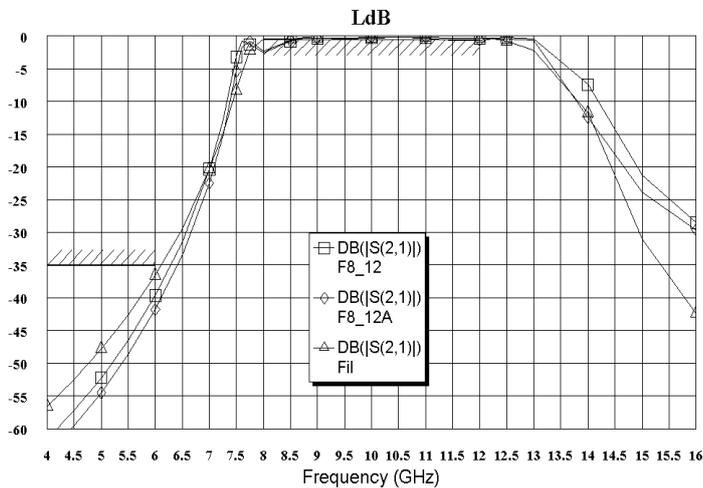

Рис. 3.15
6. Выполните анализ, щёлкнув по значку **Analyze** на панели инструментов. Рассчитанный график показан на рис. 3.15. Ширина